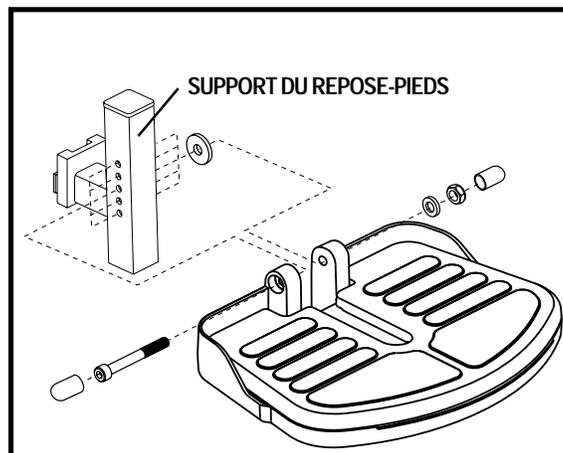

Figure 25. Réglage de la hauteur du repose-pieds
1. Retirez la fixation du support du repose-pieds. Voir la figure 25.